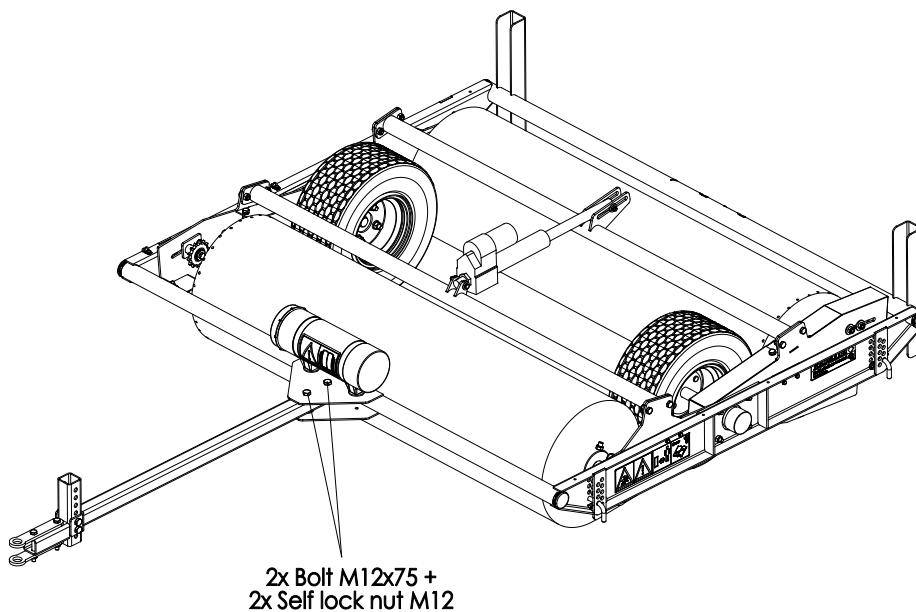

Fig. 8
7. Installez le timon (fig. 8).